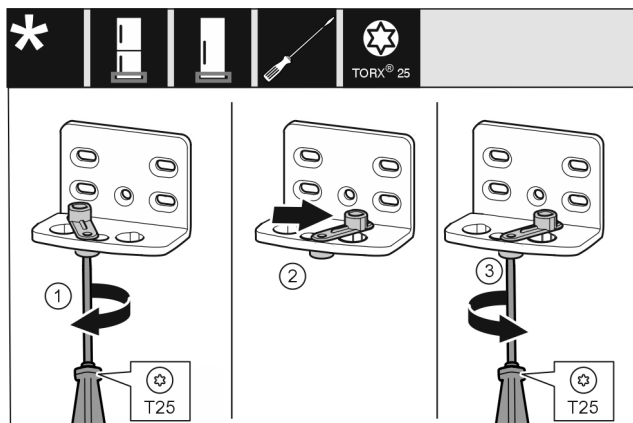

Fig. 16
- ▶ Lironi plotësisht vidën Fig. 16 (1) me një kaçavidë.
- ▶ Ngrini lart ndihmën e mbylljes së derës Fig. 16 (2) dhe rrotullojeni brenda vrimës me 90° nga e djathta.
- ▶ Mbërtheni fort vidën Fig. 16 (3) me kaçavidë.